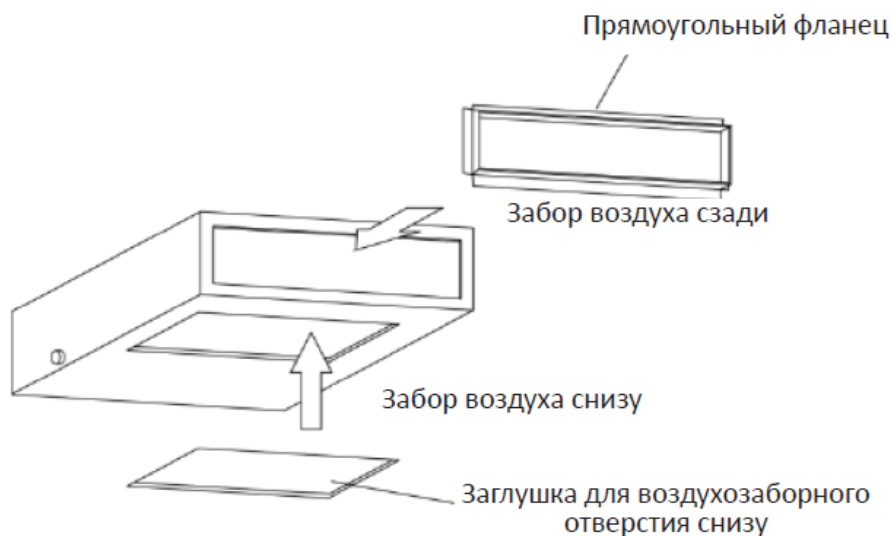

Рис. 5.4.4
- (1) По умолчанию в заводской комплектации прямоугольный фланец устанавливается сзади. Заглушка воздухозаборного отверстия расположена снизу, см. рис. 5.4.4.